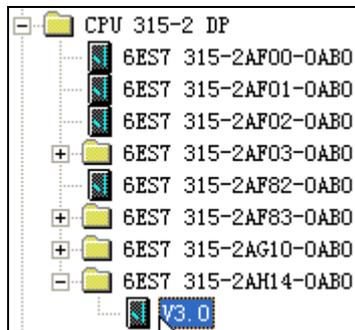

图 2-8 配置 CPU 模块
(4) 配置 CPU 模块，选择 2 号槽，根据实际 CPU 模块的订货号及版本，双击选择 CPU 315-2 DP，订货号为 6ES7 315-2AH14-OABO V3.0，如图 2-8 所示。